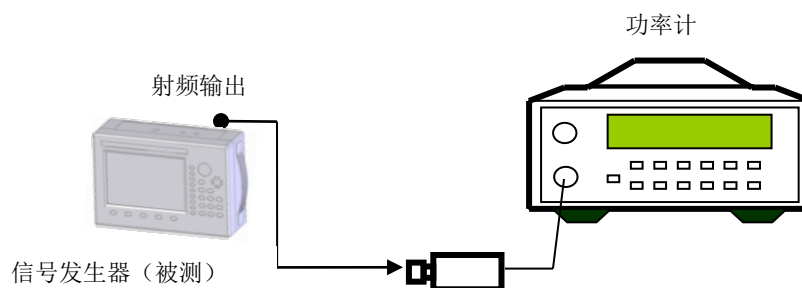

图 7-5 稳幅输出功率范围测试
- 开机复位, 预热至少 30min。校准功率计, 按图 7-5 连接设备。
**测试框图:** 同图 7-5。
- a) 开机复位, 预热至少 30min。校准功率计。按图 7-5 连接设备。